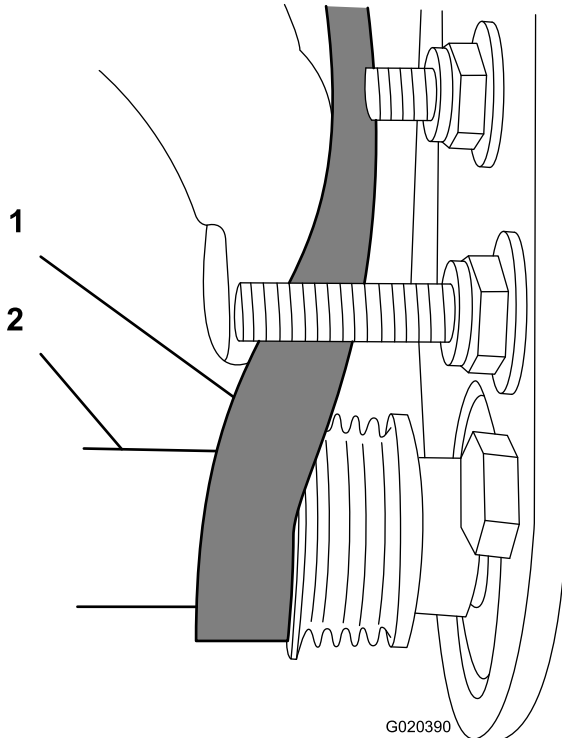

図 12
3. 9/16 インチ深穴ソケットを使ってブラシアセンブリを回転させながら、ベルトを受動プーリに掛けまわす 図 12。